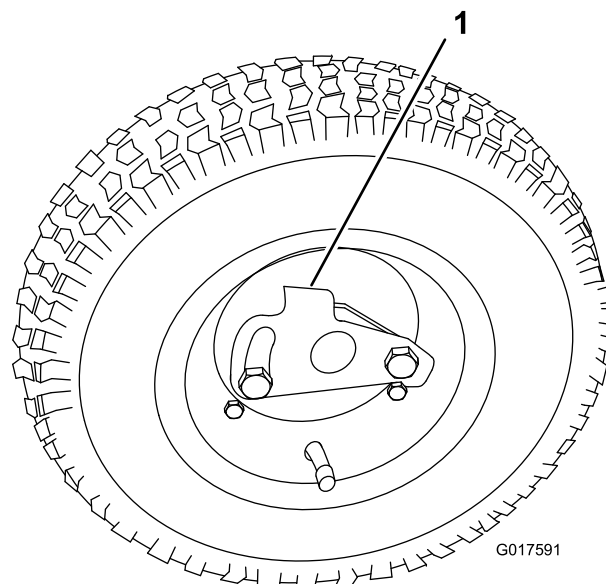

Figura 8
1. Inserite la ruota nell'asse (Figura 8).
2. Allontanate il clip di bloccaggio della ruota dal centro della ruota, lasciandolo scorrere sull'asse (Figura 8).